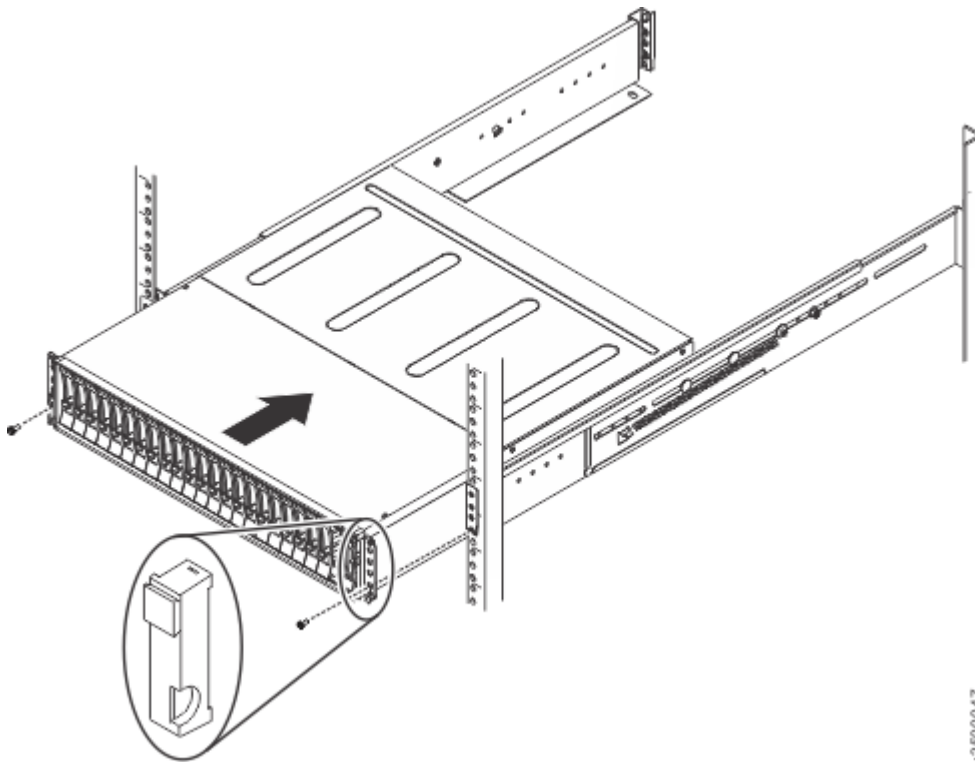

Abbildung 41. Gehäuse in das Rack einschieben
3. Schieben Sie das Gehäuse vorsichtig entlang der Schienen bis zum Anschlag in das Rack (siehe Abbildung 41 auf Seite 36).
Siehe Abbildung 41 auf Seite 36. Die linke Abschlusskappe verfügt über Anzeigefenster, die an den Status-LEDs (Leuchtdioden) am Rand des Gehäuses ausgerichtet sind.